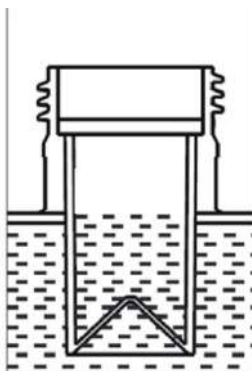

fig. 8
- Controleer het brandstofpeil door visuele inspectie. Zie fig.8